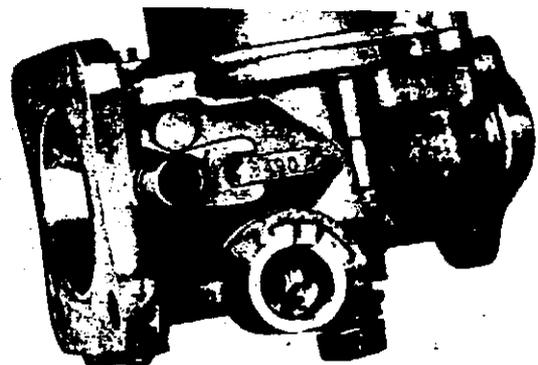
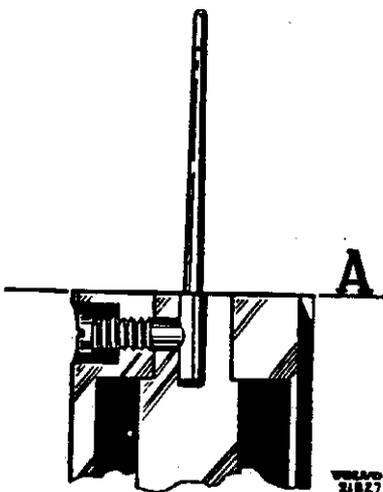

Abb. 23 Lage der Mitnehmergabel
Abb. 24 Befestigung der Kraftstoffnadel
7. Mitnehmergabel gemäß Abb. 24 aufsetzen (Drosselklappe ganz geschlossen, Drehzahlschraube ganz herausgeschraubt). Beachten, daß ein Spiel von 1,5 mm zwischen Mitnehmergabel und Drosselgehäuse erhalten wird. Mitnehmer in die auf Abb. 23 gezeigte Lage bringen und mit einem Bohrer, 3,0 mm, ein Loch für den
1. Die Kraftstoffnadel wie auf Abb. 24 gezeigt einbauen. Nur der konische Teil der Nadel darf außerhalb des Kolbens liegen.